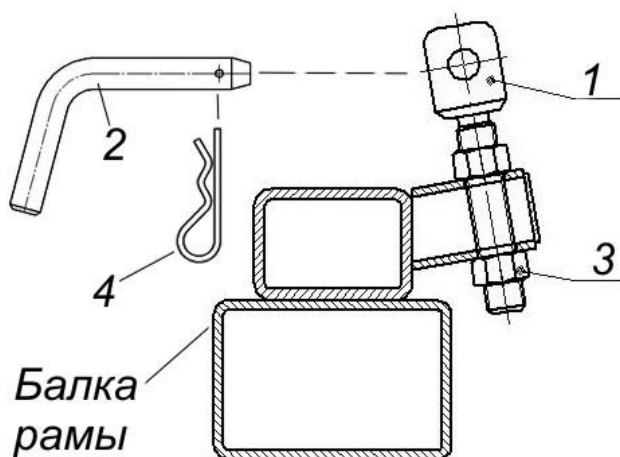

Рис. 4.1.5
4.1.8. В сложенном состоянии фиксаторы должны быть зафиксированы на винтах 1, находящихся на центральной раме, с помощью стопоров (пальцев) 2 (рис.4.1.5).